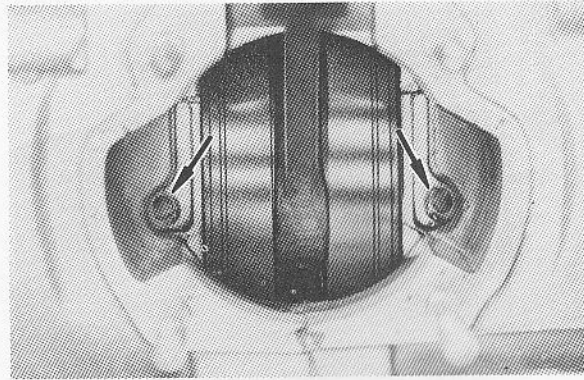

Fig. 3-4-9
4. After reassembly, apply a liberal coating of two-stroke oil to the crank pin and bearing and into each crankshaft bearing oil delivery hole. (Fig. 3-4-9)
4. Après le remontage, appliquer une couche généreuse d'huile sur le tourillon et les roulement et dans chaque trou de graissage d'huile pour roulement de vilebrequin. (Fig. 3-4-9)